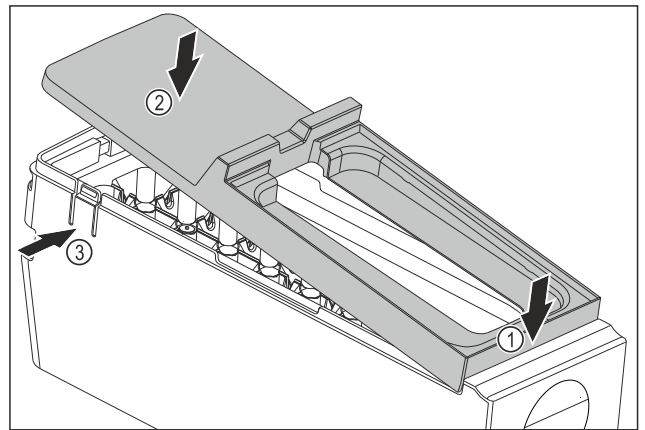

Fig. 94
- ▶ Смонтируйте крышку корпуса EasyTwist-Ice: Установите крышку спереди. Fig. 94 (1)
- ▶ Опустите крышку сзади. Fig. 94 (2)
- ▷ Крышка со щелчком фиксируется в накладках Fig. 94 (3).